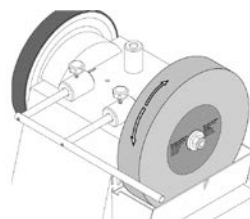

Fig. 5
- 2.2 Installez à l'horizontale pour meuler dans le sens de rotation de la meule (fig. 5).
3. Appuyez sur l'interrupteur de MARCHE/ARRÊT bidirectionnel (I) dans le sens désiré.